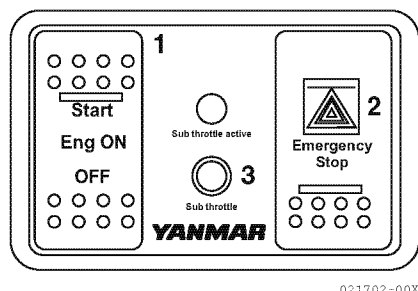

Figura 8
2. Arresto di emergenza (2, **Figura 8**): Usare questo interruttore soltanto in caso di emergenza.
In condizioni normali usare l'interruttore Eng ON (1, **Figura 8**) per arrestare il motore. Quando si preme la metà superiore del pulsante dell'arresto di emergenza il motore si ferma di colpo. Premere la parte inferiore dell'interruttore dopo che il motore è stato arrestato, per riposizionare l'interruttore al centro.
3. Controllo sub-acceleratore (3, **Figura 8**):